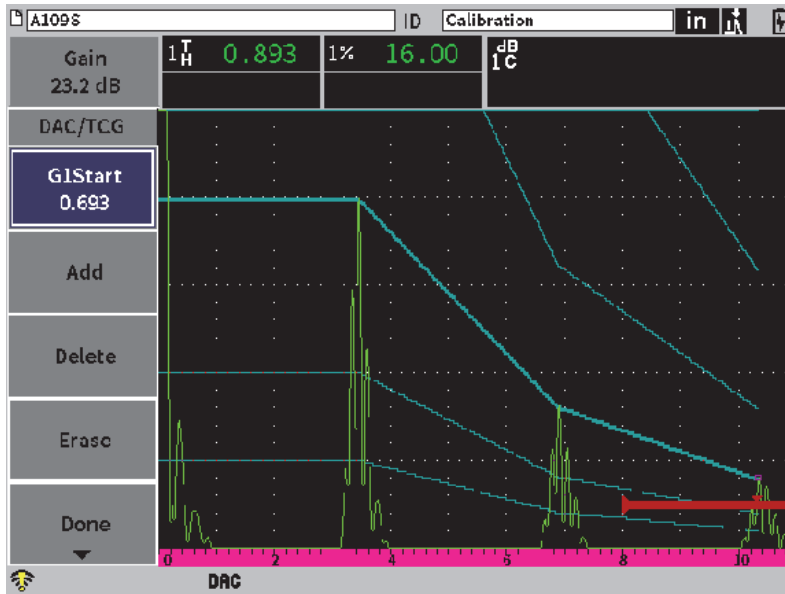

Abbildung 11-16 Kurven im JIS DAC-Modus
4. Stellen Sie den G1Start Wert ein und verwenden Sie die Schaltfläche **Add**, um Punkte hinzuzufügen und die gewünschte DAC-Kurve aufzubauen (siehe Abbildung 11-16 auf Seite 196).